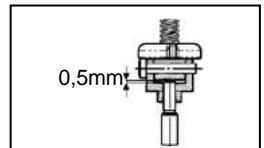

Fig.3
- Avvitare il controdado (2) sullo stelo della valvola;
- Avvitare il dado esagonale (1) quindi bloccarlo con il controdado (Fig. 3);
- Inserire il giunto (6) sul collo della valvola ed avvitare a fondo le viti (3);
- Inserire il collare (5) nel foro della ghiera filettata dell'attuatore fino ad incastrarlo nel basamento in plastica;
- Avvitare la ghiera filettata dell'attuatore sul giunto (6);
- Allineare lo spintore dell'attuatore con il foro del dado (1) e bloccare con la vite (4). Utilizzare il comando manuale per allineare i fori (fare riferimento al paragrafo "sblocco manuale").
- *Screw the locknut (2) onto the valve stem;*
- *Screw the hex nut (1) then secure it with the locknut (Fig. 3);*
- *Insert the joint (6) onto the valve neck and use the screws (3) to fix it (screw them down completely);*
- *Insert the ring collar (5) into the hole of the actuator ring nut;*
- *Screw the actuator collar over the joint (6)*
- *Align the actuator spindle slot with the hole in the hex nut (1) and then connect it with the bolt (4). To align the holes, operate the actuator manually (please refer to "manual override" paragraph).*